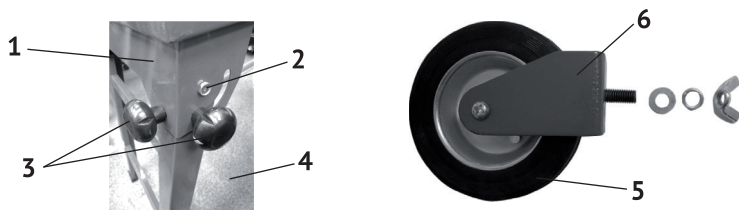

рис.2
Монтаж опорных стоек плиткореза отображён на рис.2
- четырьмя болтами (рис.2 поз.2 – по два на стойку), с помощью ключей (входят в комплект поставки) прикрутить переднюю и заднюю стойки (рис.2 поз.4) к основанию (рис.2 поз.1). В этом положении стойки могут складываться для транспортировки;
- фиксация стоек в рабочем положении осуществляется винтами (рис.2 поз.3);
- прикрепить (если не установлены) к передней стойке кронштейны (рис.2 поз.6) с колесами (рис.2 поз.5) для удобства транспортировки плиткореза;